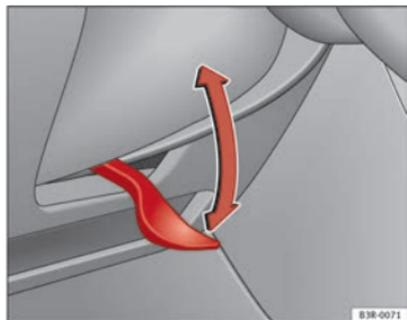

Fig. 134 Alavanca por baixo da coluna de direcção
- Puxe a alavanca ⇒ Fig. 134 para baixo ⇒ ⚠.